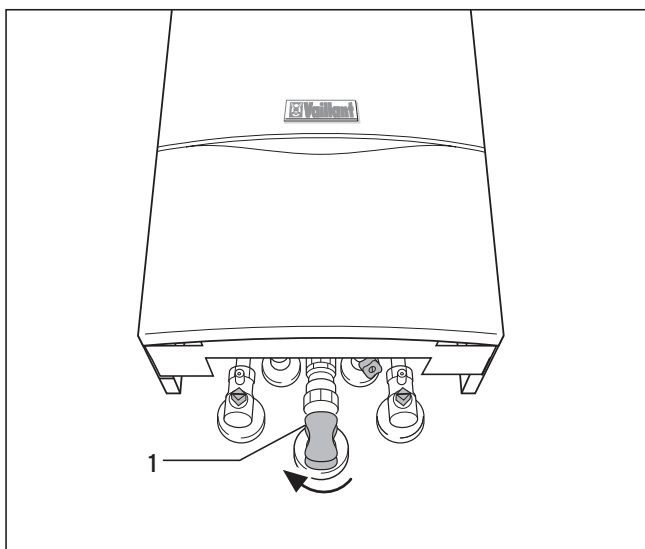

Fig. 2.1: Fechar a torneira de segurança do gás
- Fechar a torneira de segurança do gás (1) (fig. 2.1) e a torneira geral de segurança.